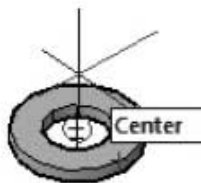

Рис. 12.19. Выбор третьей точки на шайбе
14. Укажите третью точку с привязкой Центр (Center) — центр окружности верхнего основания шайбы (рис. 12.19).